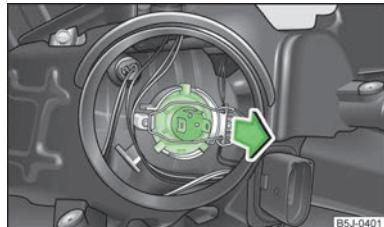

Fig. 147
- Retirar el conector en la bombilla, desbloquear el estribo de seguridad y extraer la bombilla » fig. 147.